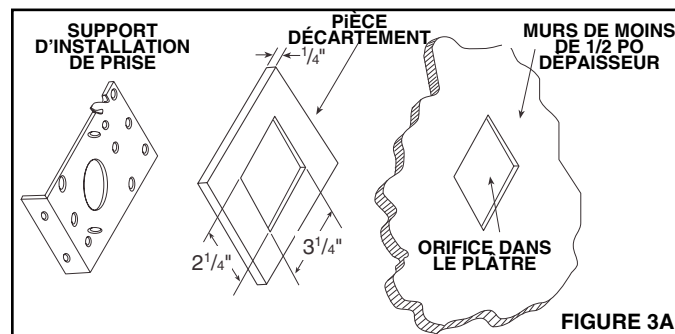

FIGURE 3A
**NOTE:** When using the Model 361 inlet bracket on walls thinner than 1/2", use a 1/4" spacer (not furnished) between the wall and the inlet bracket. See Figure 3A.
**NOTE:** Lors de l'installation d'un support de prise 361 dans un mur de moins de 1/2 po d'épaisseur, placez une pièce d'écartement (non fourni) de 1/4 po d'épaisseur entre le mur et le support. Consultez la Figure 3A.